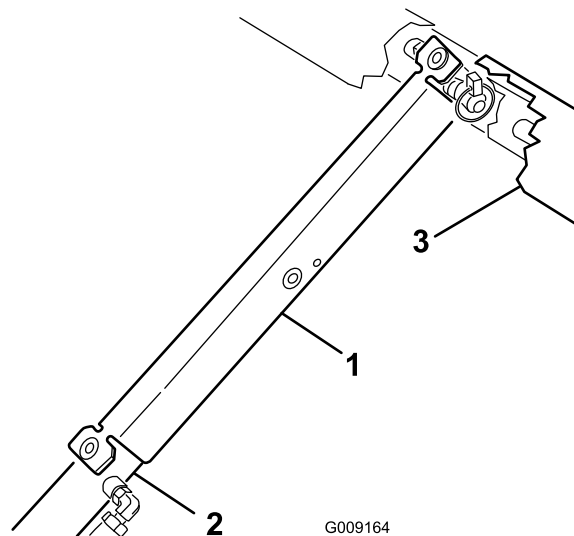

Figura 2
- C. Coloque o apoio da plataforma na haste do cilindro, assegurando que as linguetas encostam à extremidade do cilindro e à extremidade da haste do cilindro (Figura 2).
1. Retire o suporte da plataforma da barra do cilindro e retire o suporte (Figura 2); consulte Preparar para instalar o kit.